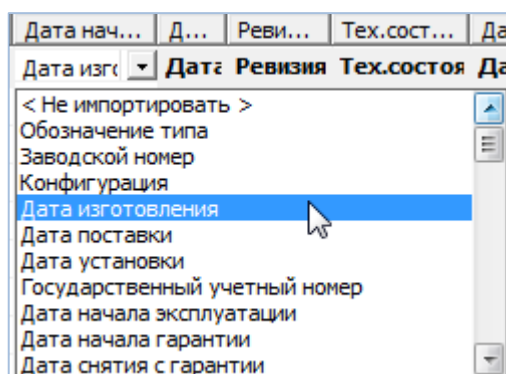

Рис. 20-64 – Установление вручную соответствия колонок в файле и полей БД
– В случае если соответствие между колонками в обменном файле и полями БД не удалось установить автоматически, задайте его вручную. Для этого раскрыть список полей БД, нажав кнопку в правой части ячейки в строке «Поле БД», и выбрать нужное значение (рис. 20-64).